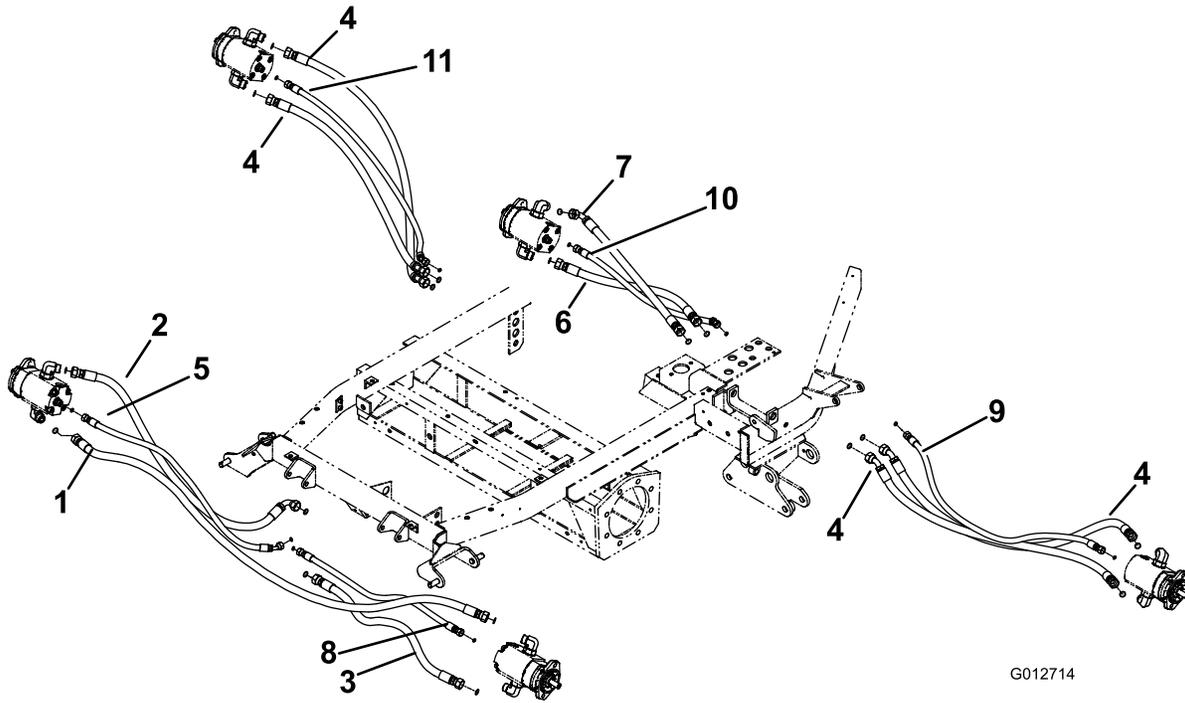

Figura 1
1. Localice y retire los manguitos a sustituir según se muestra en Figura 1.
2. Sustituya los manguitos y juntas tóricas por los manguitos y juntas nuevos correspondientes. El número de pieza de cada manguito nuevo se indica en Figura 1.